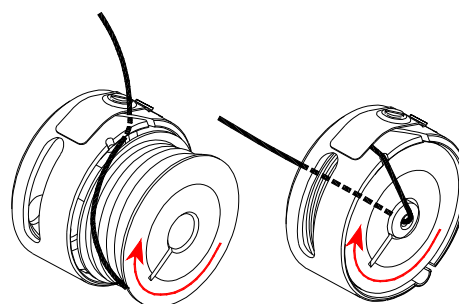

Figura 4
- ✓ Ao colocar a bobina, verifique se ao puxar a linha, a bobina gira no sentido indicado na figura 4, caso contrário, inverta a posição;